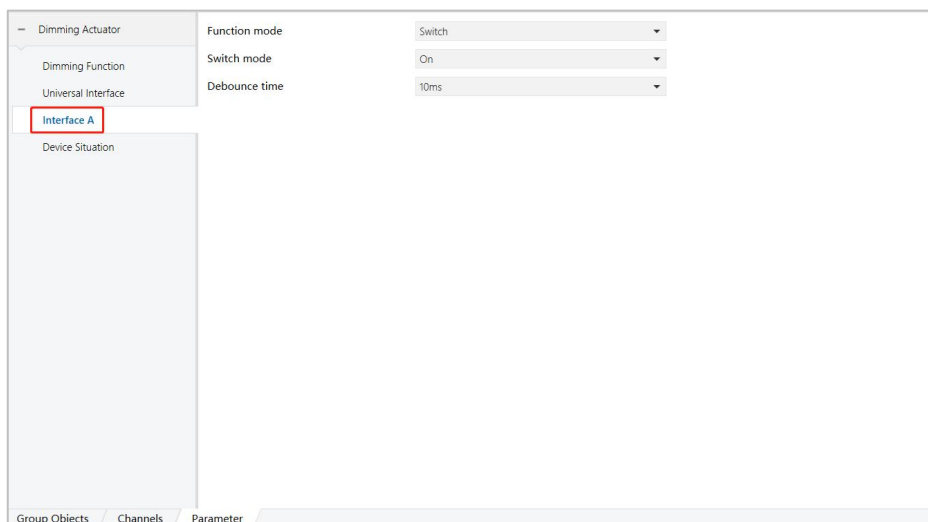

图 6.2.2
2) 选择 “Enabled” 启用该功能, 右侧会出现 Interface A-D 四个干接点接口, 点击各干接点接口设置其参数。下面以 Universal Interface A 为例, 如图 6.2.2 所示;